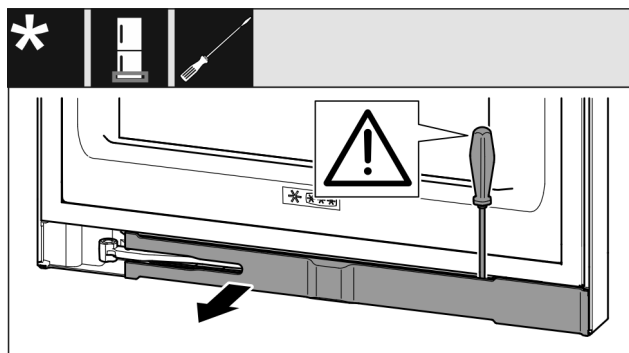

Fig. 14
- Afhægt panelet med en kærnskruetrækker, og sving det til siden. (se Fig. 14)